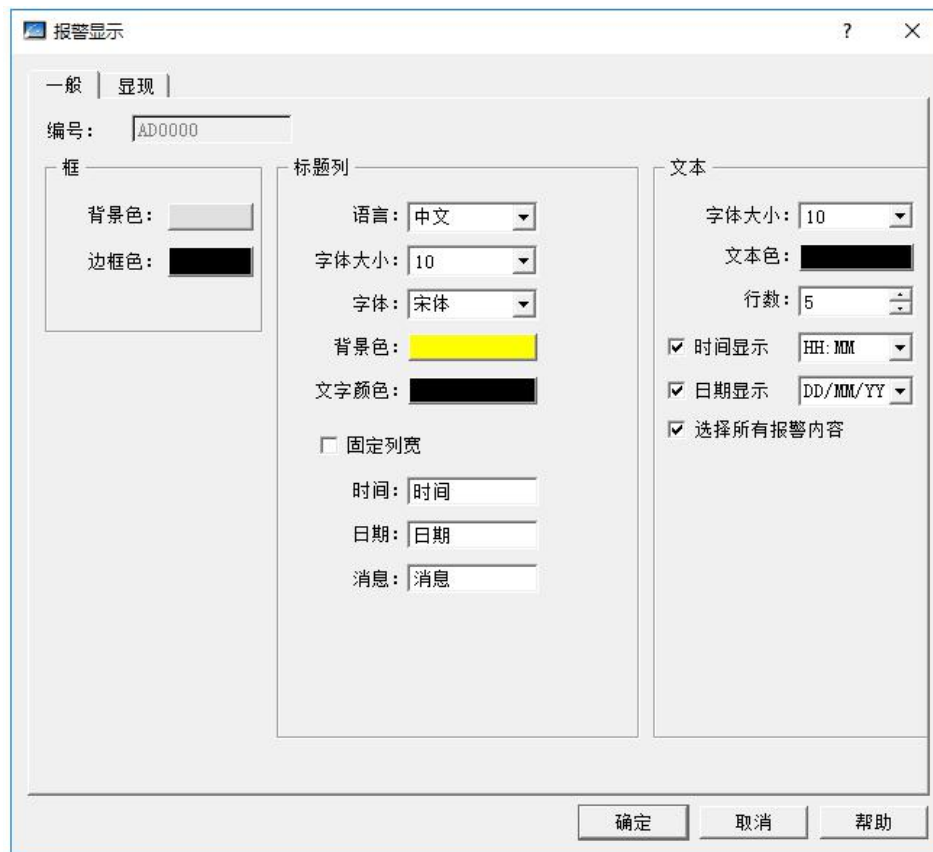

图 4-58 报警显示对话框
- 选择工具菜单中的报警显示控件或者选择工具栏菜单中的报警显示控件按钮；弹出如图 4-58 所示的对话框：